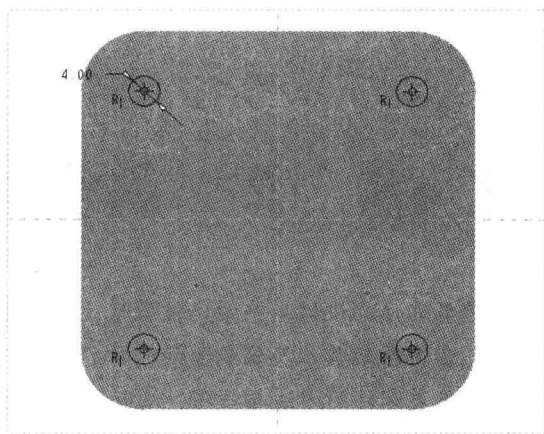

图 18-4 绘制截面 2
Step 03 采用与上同样的方法, 使用“拉伸”命令, 弹出“拉伸”选项卡, 在绘图区选择模型的顶面作为草绘平面, 进入草绘环境; 单击“草绘”选项卡中的相应按钮, 绘制截面, 如图 18-4 所示, 单击“关闭”面板中的“确定”按钮 , 完成截面绘制并退出草绘环境。